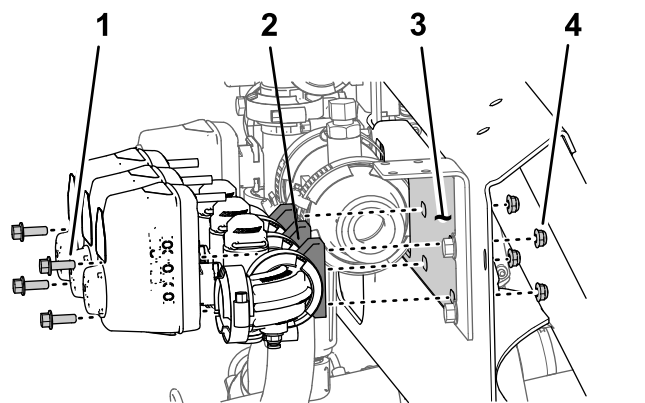

Рисунок 52
- Удалите два болта с фланцевыми головками ( $1/4 \times 3/4$  дюйма) и две контргайки ( $1/4$  дюйма), которые крепят клапан правой секции стрелы к креплению коллектора (Рисунок 52).
- Удалите два болта с фланцевыми головками ( $1/4 \times 3/4$  дюйма) и две контргайки ( $1/4$  дюйма), которые крепят клапан левой секции стрелы к креплению коллектора (Рисунок 52).
- Снимите клапаны секций стрелы с крепления коллектора и отложите клапаны в сторону (Рисунок 52).